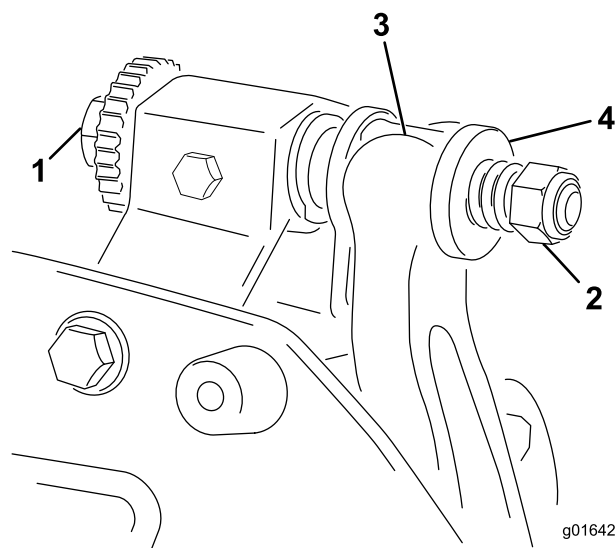

Figura 13
1. Rotiți șurubul de reglare pentru bara de cadru în sens invers acelor de ceasornic, pentru a îndepărta contracuțitul de cilindru (Figura 13).
- Deșurbați piulița pentru tensionarea arcului până când șaiba nu mai este lipită de bara de cadru (Figura 13).
1. Instalați ansamblul bară de cadru/contracută, poziționând urechile de montare între șaibe și șurubul de reglare pentru bara de cadru (Figura 13).